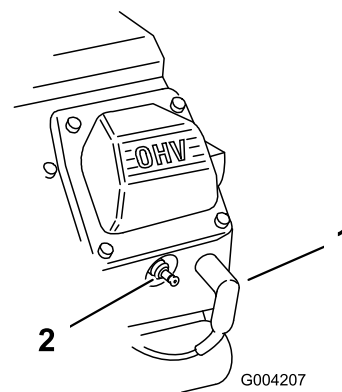

Рисунок 48
2. Снимите провода со свечей зажигания (Рисунок 48).
3. Наденьте провода на свечи зажигания (Рисунок 48).